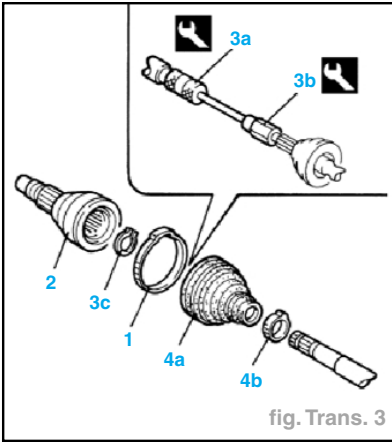

fig. Trans. 3
- Retirer le collier de fixation et reculer le capuchon de protection (1) (fig. Trans. 3).